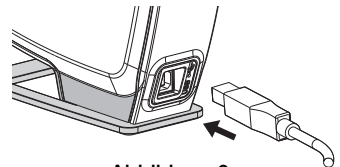

Abbildung 6
- 1 Stecken Sie das USB-Kabel in den USB-Anschluss an der Rückseite des Beschriftungsgeräts. Siehe Abbildung 6.